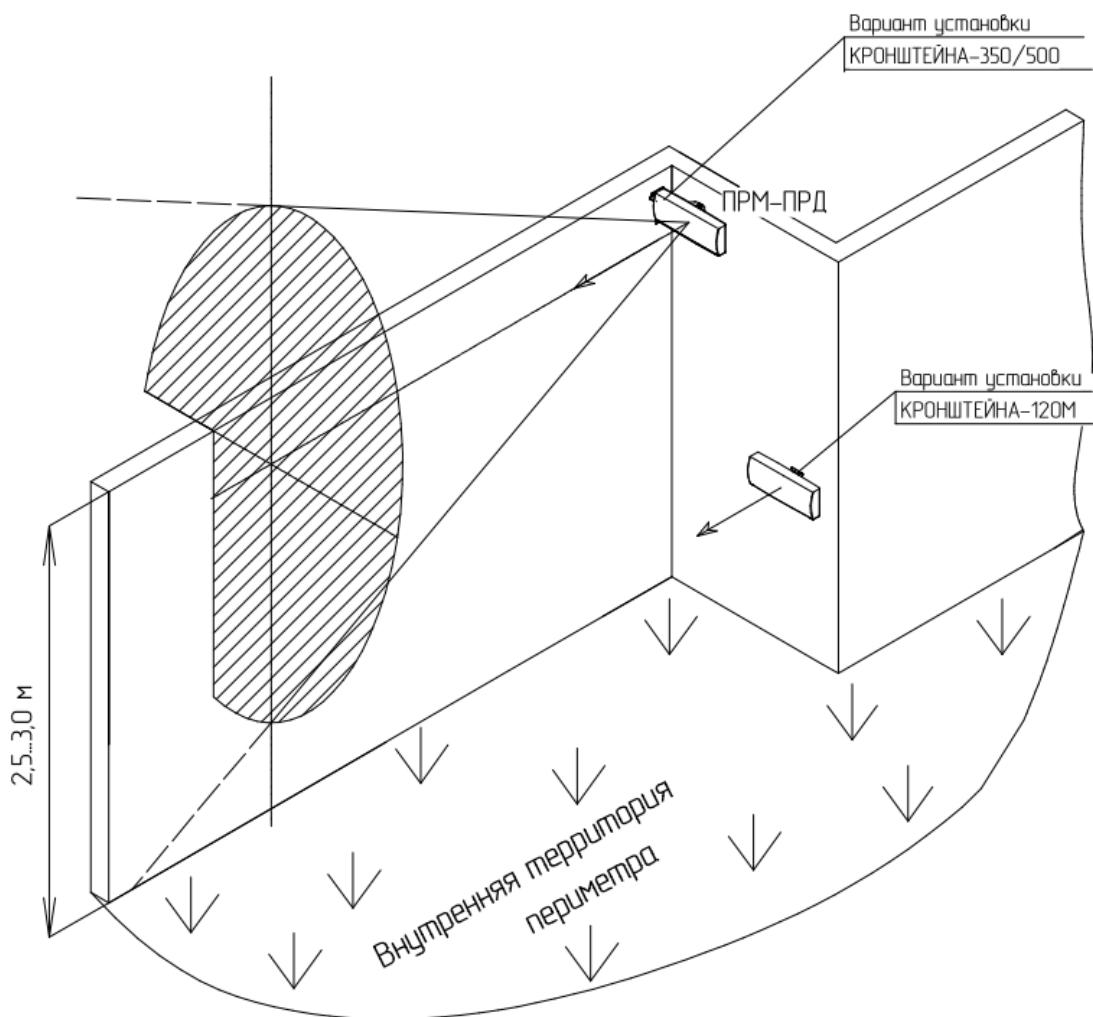

Рисунок 2.4 - Примеры установки извещателя «ЗЕБРА-42(5,8)-Ш»
- КРОНШТЕЙН-120М (вынос 120 мм) рекомендуется применять, если направление излучения блока перпендикулярно плоскости опорной поверхности, или находится в пределах угла ( $90^\circ \pm 40^\circ$ ) (см. рисунок 2.4).